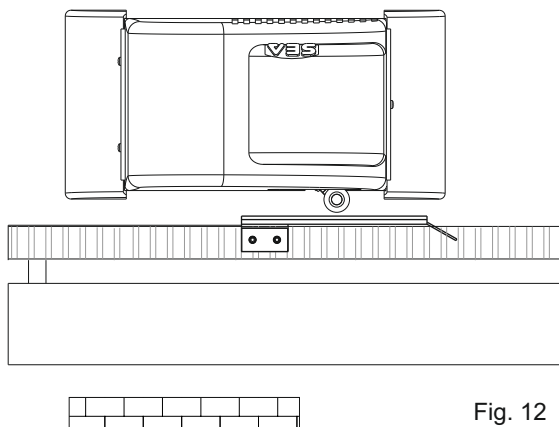
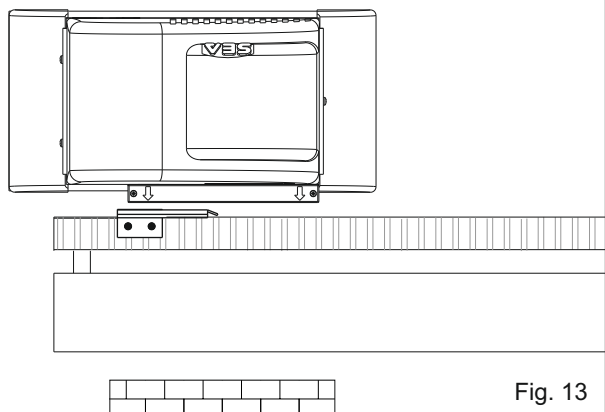

Fig. 12
Fig. 13
- Posicionar la plaquita sobre la cremallera en modo de tener el final de carrera (palanquita en caso de final de carrera mecanico (Fig. 12); flechitas de indicacion puestas y en caso de final de carrera inductivo (Fig. 13)) en correspondencia con el punto x que se encuentra a 50 mm del lado doblado de la plaquita (fig. 14) y fijarla con los tornillos en dotacion (Fig. 15).